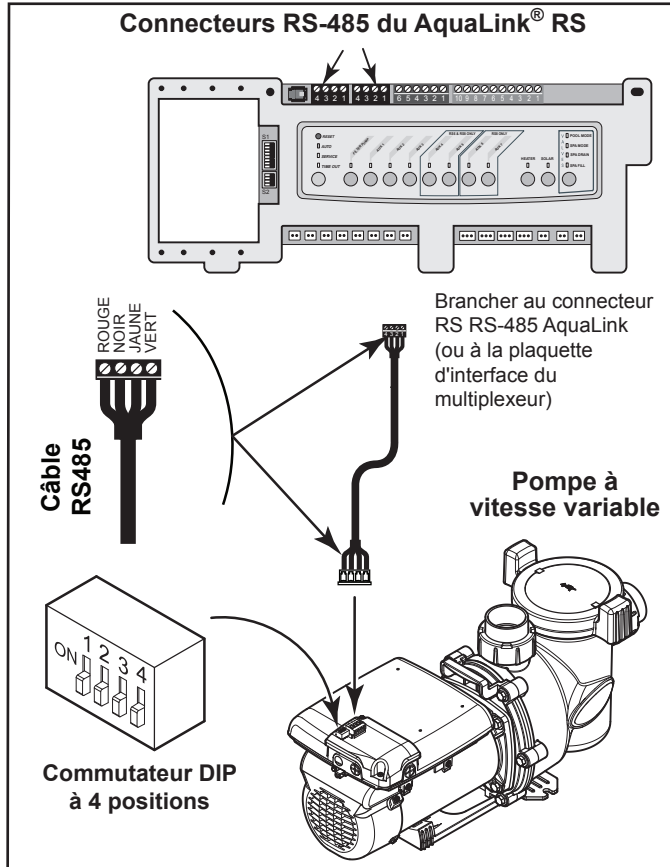

Figure 10. Câblage du régulateur AquaLink RS ou AquaLink PDA vers la pompe VS-FHP2.0
2. Pour la pompe VS-FHP2.0, faire glisser les commutateurs DIP 1 et 2 vers le bas, à la position OFF (arrêt). Voir la Figure 10.
multiplexeur), en faisant correspondre les couleurs de fil avec les positions du connecteur, comme suit : 1 rouge, 2 noir, 3 jaune et 4 vert. Voir la Figure 10 et lire la Section 3.3.